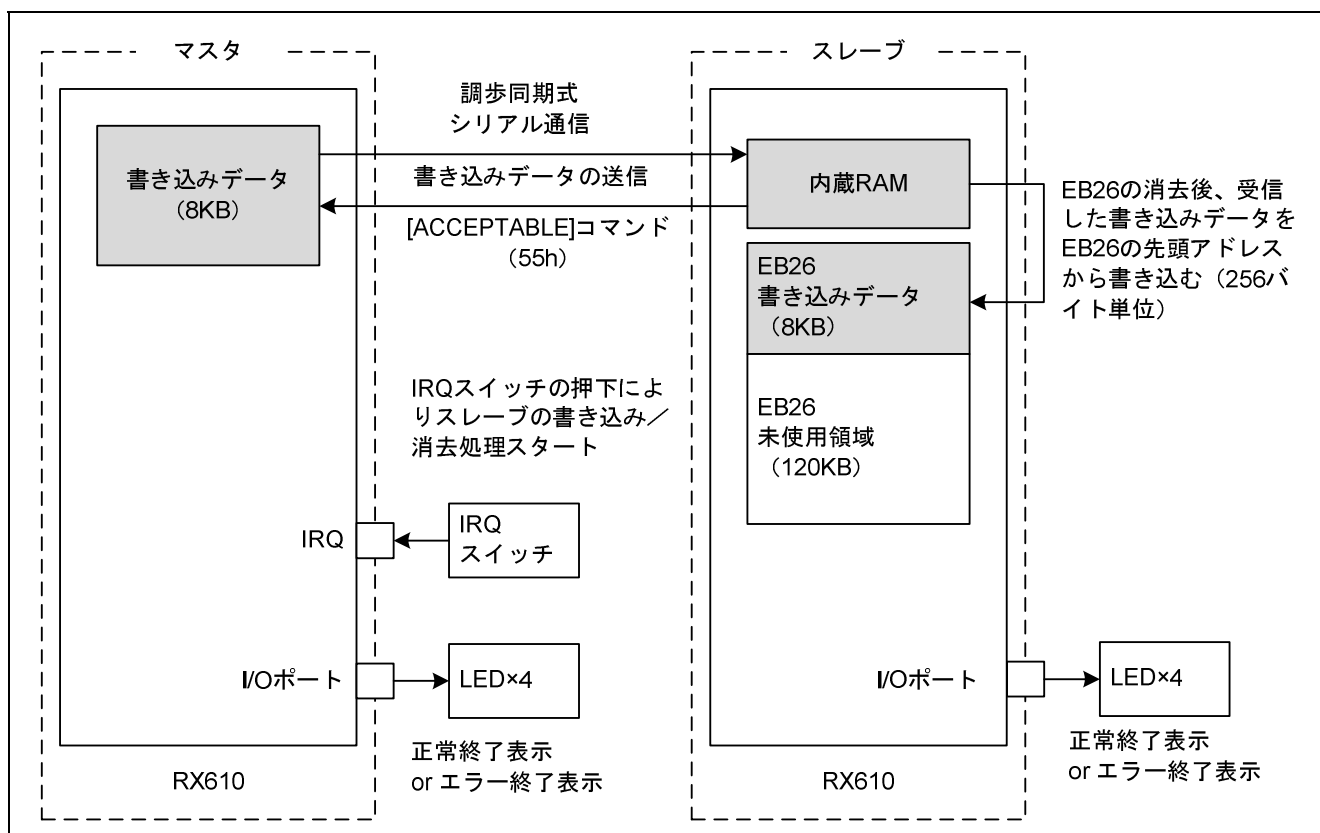

図 1 仕様
- 図 1 に本アプリケーションノートにおける仕様を示します。